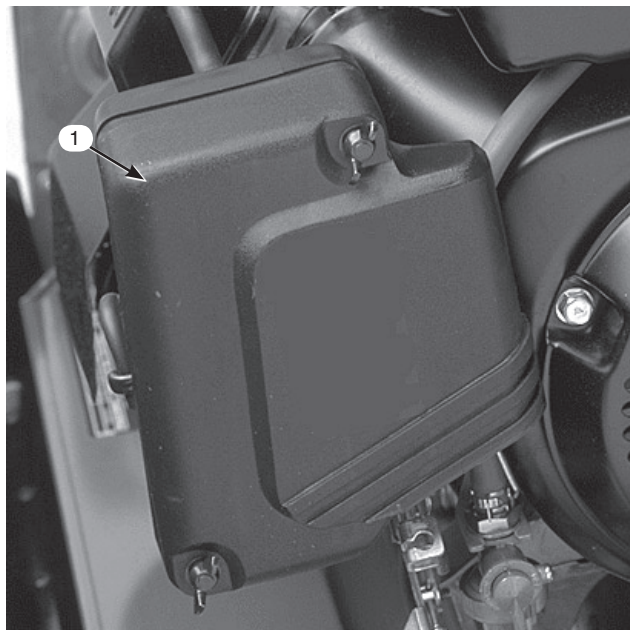

図29
2. エア・クリーナ・カバーの蝶ナットを取り、カバーを外す (図29)。
3. カバーをきれいに清掃する (図29)。